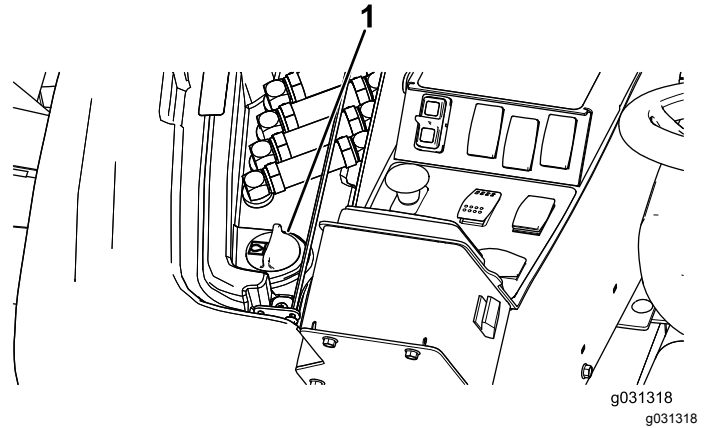

Рисунок 133
2. Для обеспечения доступа к крышке гидравлического бака поднимите крышку доступа с правой стороны машины (Рисунок 133).
3. Очистите зону вокруг заливной горловины и крышки гидравлического бака (Рисунок 133).